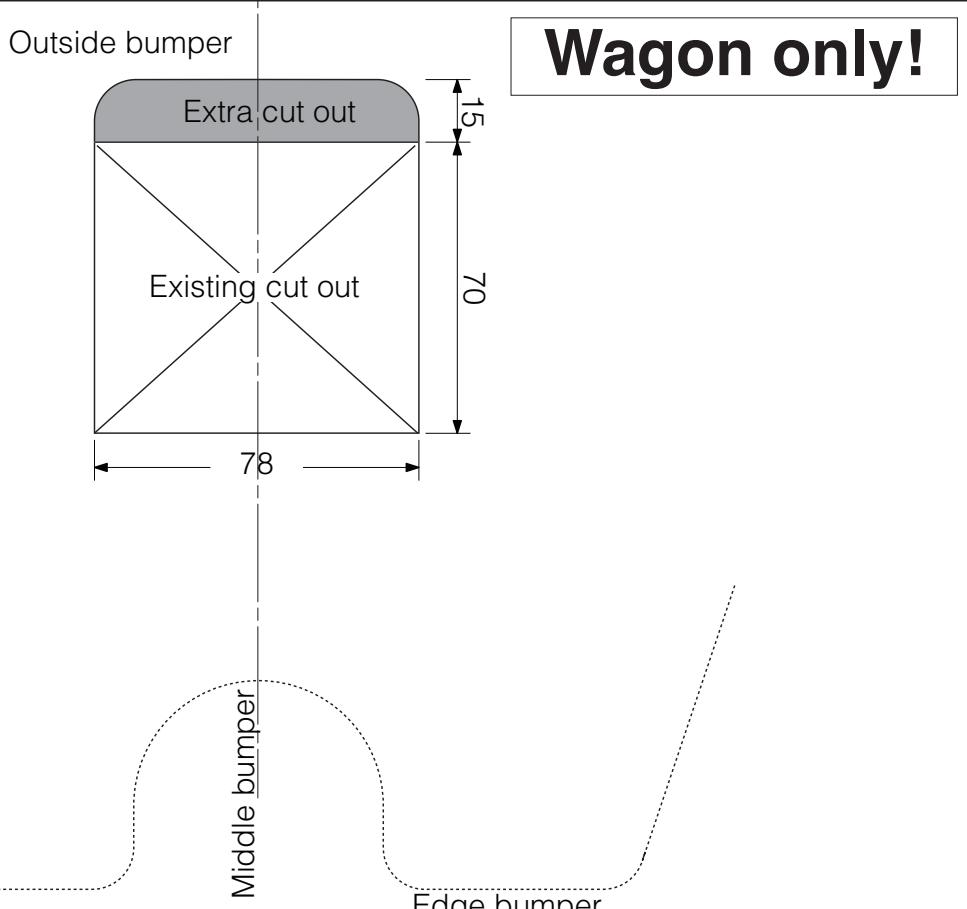

Fig.2
8. **N.B. The following only applies to the estate:** Saw a section out of the middle of the underside of the bumper as shown in fig 2.
7. N.B. Uniquelement pour la station-wagon : Serrer au centre de la partie inférieure du pare-chocs une partie correspondant à la figure 2.
8. Achting! Nur für das Kombi-Modell gilt: Auf der Unterseite der Stoß-stange befindet sich eine Abbildung 2 herausgeschneiden.
9. Das Entfernen Teile aus der Mittle gemäß Abbildung 2 herausgeschneiden.
8. **OBS: kun ved vognen gælder det:** Sav en del ud af kofangeren midt på undersiden jf. fig. 2.